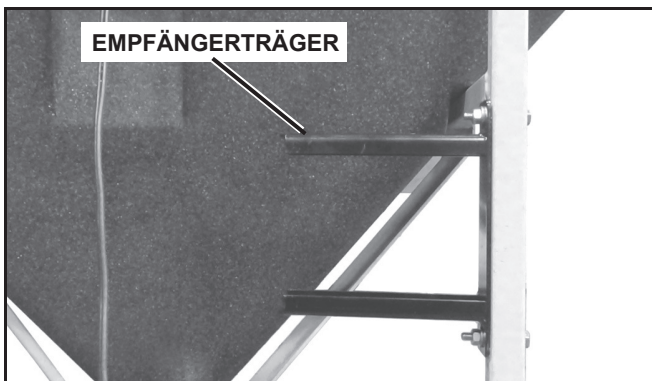

Abb. 1-3
1. Entnehmen Sie den Empfängerträger aus der Verpackung, und montieren Sie ihn am vertikalen Rohr des Streuverteilerrahmens auf der Fahrerseite. Der Träger muss innen am Rahmen ungefähr in der Mitte des Rohres angebracht werden. Achten Sie darauf, dass der Kabelbaum vom Motor des Streuverteilers und der Kabelbaum vom Rüttler das Empfängermodul erreichen können (Siehe Abb. 1-3).
2. Verwenden Sie den Träger als Schablone und markieren und bohren Sie zwei Bohrungen mit Durchmesser 7,144 mm durch das Rohr (wenn kein Bohrer mit Durchmesser 7,144 mm vorhanden ist, verwenden Sie einen für Durchmesser 7,938 mm). Befestigen Sie den Träger am Streuverteiler mit zwei (2) Sechskantschrauben 1/4" X 1-3/4", zwei (2) Unterlegscheiben 1/4" und zwei (2) Sicherungsmuttern 3/4" (Siehe Abb. 1-3).